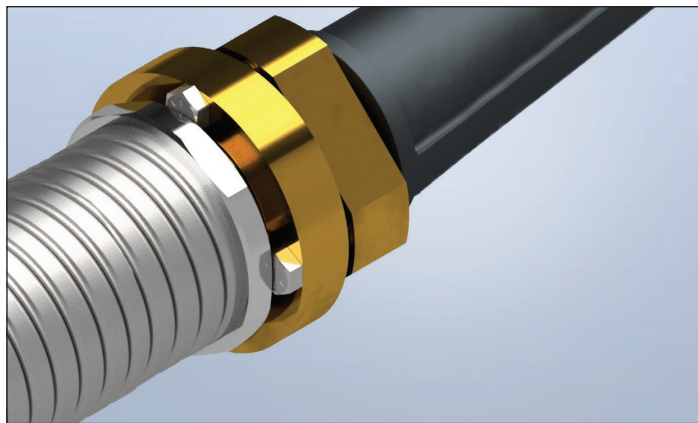

Figure 1-13
8. Vissez la conduite flexible dans l'adaptateur de conduite flexible jusqu'au bout. La conduite flexible sera ainsi fixée au raccord (figure 1-13). **Aucune should be in capital letters. fixation ni colle supplémentaire n'est nécessaire!**